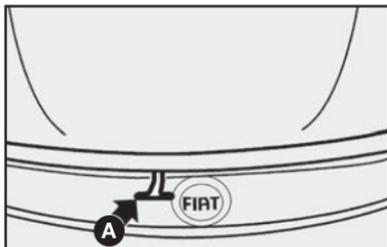

fig. 57
- 2) Tire de la traba **A**-fig. 57.